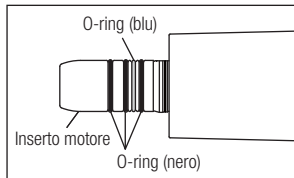

Fig. 3
- L'O-ring blu è più sottile rispetto ai 3 O-ring neri. Nell'inserire i nuovi O-ring, assicurarsi che questi vengano inseriti nelle apposite scanalature come mostrato in Fig.3.